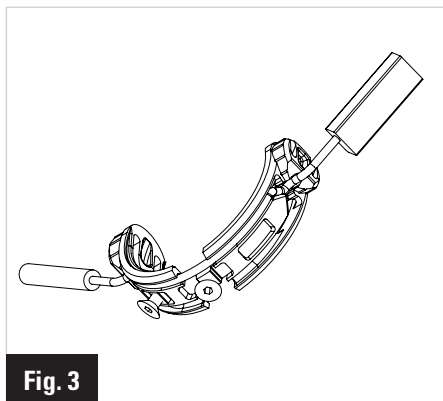

Fig. 3
- 3- Instale las guías de cables en la caja de pedalier. Únicamente el cable para el desviador trasero debe pasar por la caja de pedalier. Monte las guías liners (2) bloqueando el cable en las ranuras (Fig.3), y luego atornille la brida (1) con los tornillos (3).
- 5- Instale el paso de cable eléctrico (G) en la salida de la base trasera.
- 6- Pegue el adhesivo LOOK (I) en la tapa. Limpie y desengrase la superficie para un pegado óptimo.